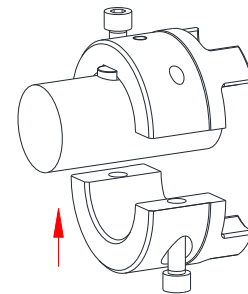

Bild 16: Montage der SPLIT-Nabe auf die Welle
- Positionieren Sie die untere Halbschale der ersten SPLIT-Nabe zur oberen Halbschale unter die Welle aus (siehe Bild 16). Drehen Sie die Zylinderschrauben über einige Gewindegänge ein.